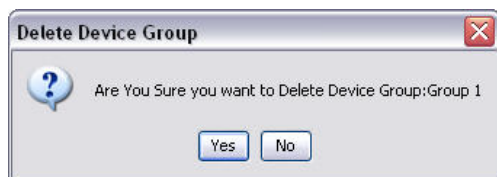

FIG. 131
- c. Utilisez la souris pour sélectionner de nouveau le dossier du groupe du côté système Matrix de l'écran. Cliquez sur le bouton "Delete Group" (Supprimer un groupe). L'invite de la commande "Delete Device Group" (Supprimer un groupe de dispositifs) s'affiche pour vous demander si vous êtes sûr de vouloir supprimer le groupe de dispositifs : nommé "X" (dans la FIG. 131 ci-dessous, le dossier est nommé "Group 1" (Groupe 1). Cliquez sur "Yes" (Oui) pour supprimer le dossier du groupe ou sur "No" (Non) si vous ne voulez pas le supprimer.